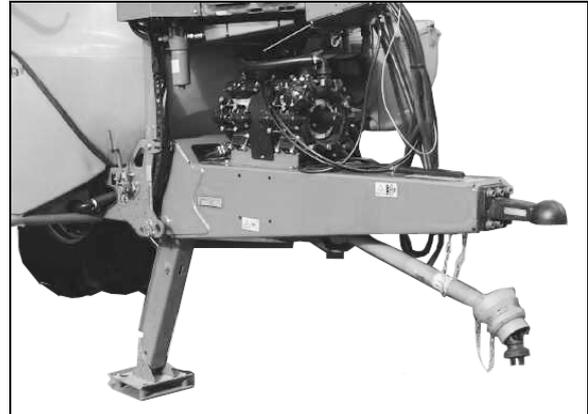

Fig. 42
- **Lanza de remolque (Fig. 42)**